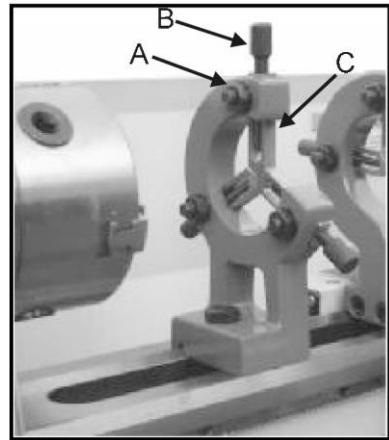

Рис. 33
Люнет служит опоры валов на свободном конце задней бабки. Для многих операций нельзя использовать заднюю бабку, поскольку она мешает токарному инструменту или сверлильному инструменту, поэтому ее необходимо снять со станка. Неподвижный люнет, выполняющий роль концевой опоры, обеспечивает работу без вибрации. Люнет монтируется на полозьях и фиксируется снизу стопорной пластиной. Скользящие пальцы требуют постоянной смазки в точках контакта для предотвращения преждевременного износа. (Рис.33)
1. Ослабьте три шестигранные гайки. (А, рис.33)
2. Ослабьте винт (В, Рис. 33) и ослабьте скользящие пальцы. (С, рис. 33) до тех пор, пока люнет не сможет перемещаться по заготовке. После закрепите люнет на месте.
3. Затяните винты так, чтобы пальцы плотно прилегали к заготовке, но не сжимали ее. Затяните три гайки (А, рис.33). Смажьте точки скольжения машинным маслом.